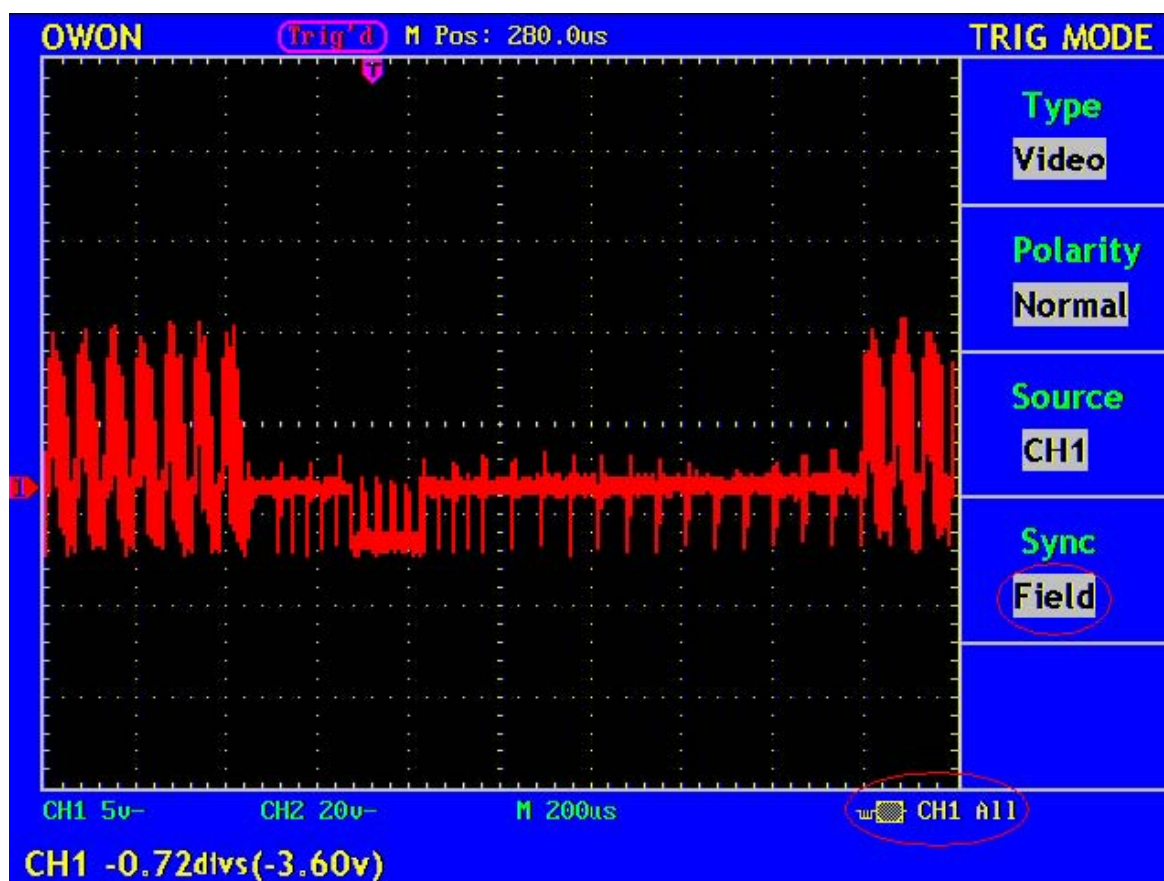

Рисунок 59. Осциллограмма сигнала с запуском по кадровому синхроимпульсу
6. При помощи регуляторов **VOLTS/DIV**, **VERTICAL POSITION** и **SEC/DIV** получите на экране требуемую осциллограмму (см. рис. 59).